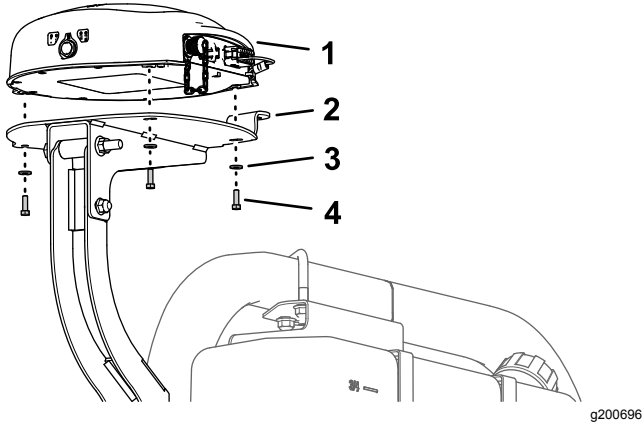

Bild 156
1. Fluchten Sie die drei Gewinde im Unterteil des Navigationsempfängers mit den drei Löchern in der Empfängerbefestigung aus (Bild 156).
2. Befestigen Sie den Empfänger mit den drei Sechskantschrauben (5 mm x 16 mm) und drei Scheiben (5 mm) an der Befestigung (Bild 156).